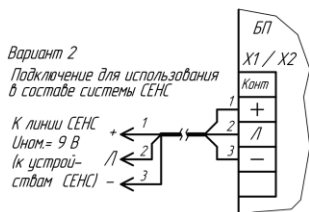

Рисунок 2.2 - Типовая схема подключения
2.3.7.3 Контакты клеммных зажимов БП подключать соблюдая полярность подключения, в соответствии с п. 2.3.6 и схемами применения (рисунок 2.2) по следующей методике: